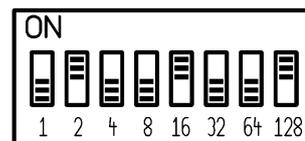

Abb. 2:
Der Dipschalter zum Einstellen der Adresse befindet sich auf der Seite des JDB8091 (der untere der beiden 8-poligen Dip-Schalter). Die Adresse wird binär-codiert dargestellt und errechnet sich als Summe der auf ON gestellten Wertigkeiten. Beispiel: Wenn der zweite (2), der fünfte (16) und der achte (128) DIP-Schalter auf ON stehen, dann ist die Bus-Adresse des Gerätes 146 (2 + 16 + 128 = 146). Siehe Abb. 2.